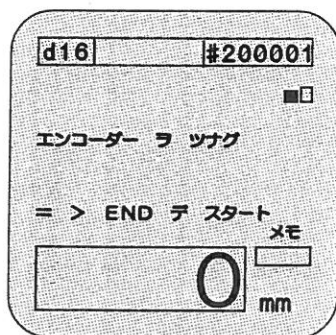

図39
- スキャンングにカーソルを合わせSTARTキーを押してください。図39が表示されます。